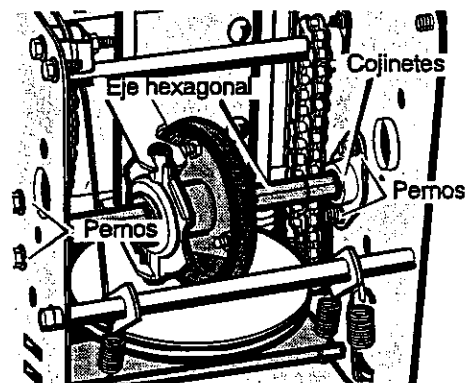

Figura 87
9. Quite los cuatro pernos que retienen los cojinetes a cada lado del eje hexagonal (Figura 87).